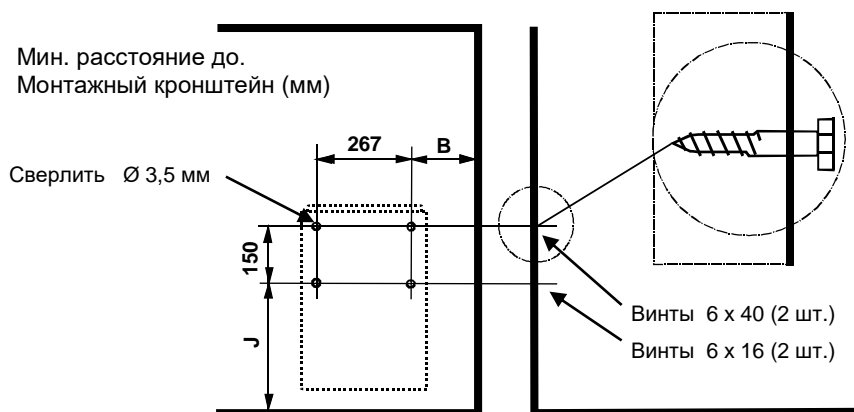

Рисунок 2 Безопасные расстояния
5. соблюдать установленные безопасные расстояния вокруг электрокаменки (см. рисунок 2 «Безопасные расстояния электрокаменки для сауны»). Помните, что вокруг электрокаменки должно быть достаточно пространства для проведения техобслуживания, входной двери и т.п.